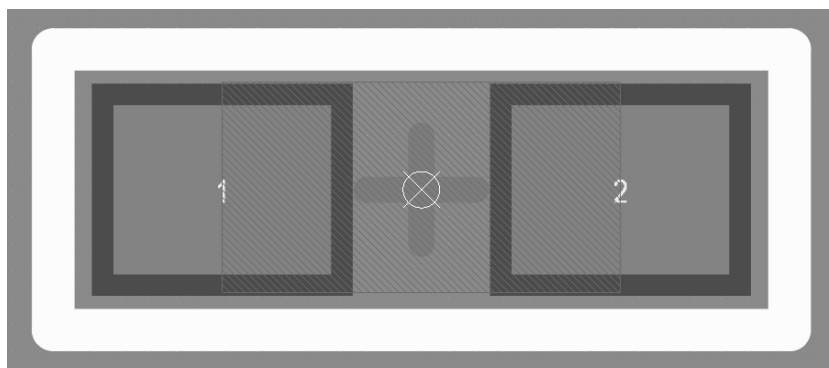

图 3-74 绘制好的 3D 模型
(4) 设置好参数后, 按照实际尺寸绘制 3D 元件体, 绘制好的网状区域即 0603R 的实际尺寸, 如图 3-74 所示。